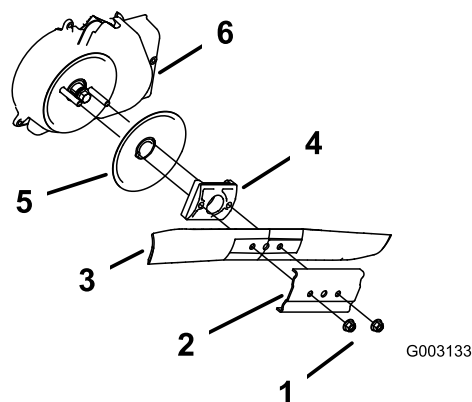

Figure 50
3. Retirez les 2 écrous de la lame et le renfort (Figure 50).
4. Déposez la lame (Figure 50).
5. Déposez le dispositif d'entraînement de la lame et le disque (Figure 50).
6. Déposez la protection du débrayage du frein de lame (Figure 50).
10. Reposez la lame et le renfort déposés précédemment (Figure 50).